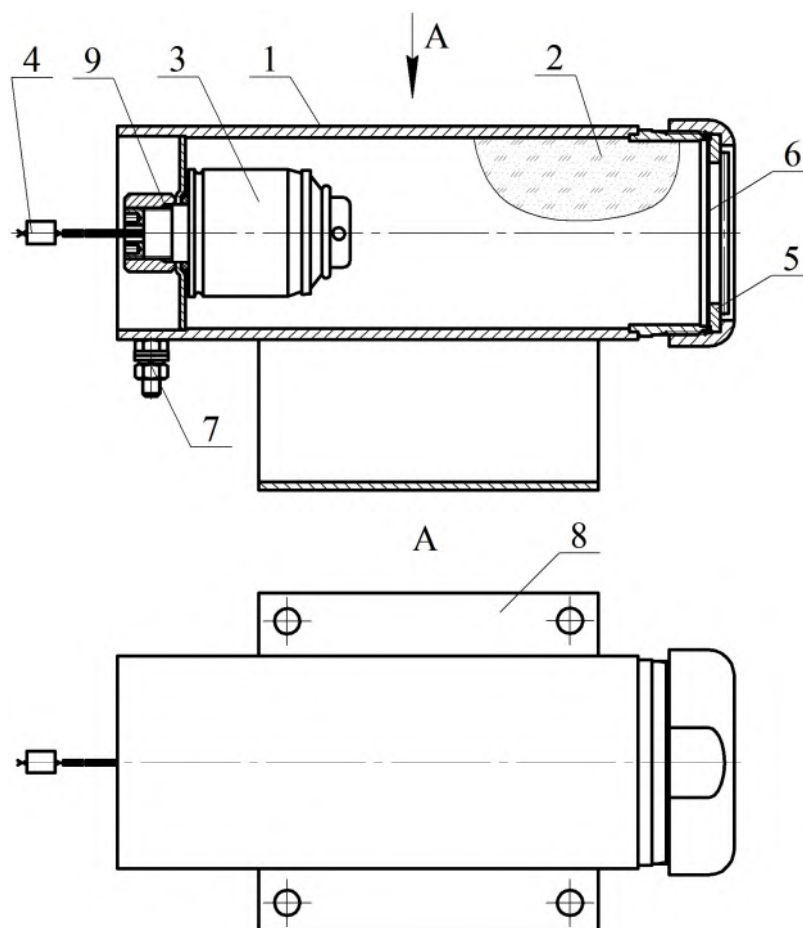

Рисунок 1
4.1.1 МПП (см. рисунок 1) состоит из корпуса 1, в котором размещаются огнетушащий порошок (ОП) 2 и источник холодного газа (ИХГ) 3 с элементом электропусковым 4. В передней части корпуса находится насадок-распылитель 5, выходное отверстие которого перекрыто мембраной 6. Модуль имеет заземляющий зажим 7.
7.3 Комплект поставки для перезарядки МПП (см. рисунок 1):